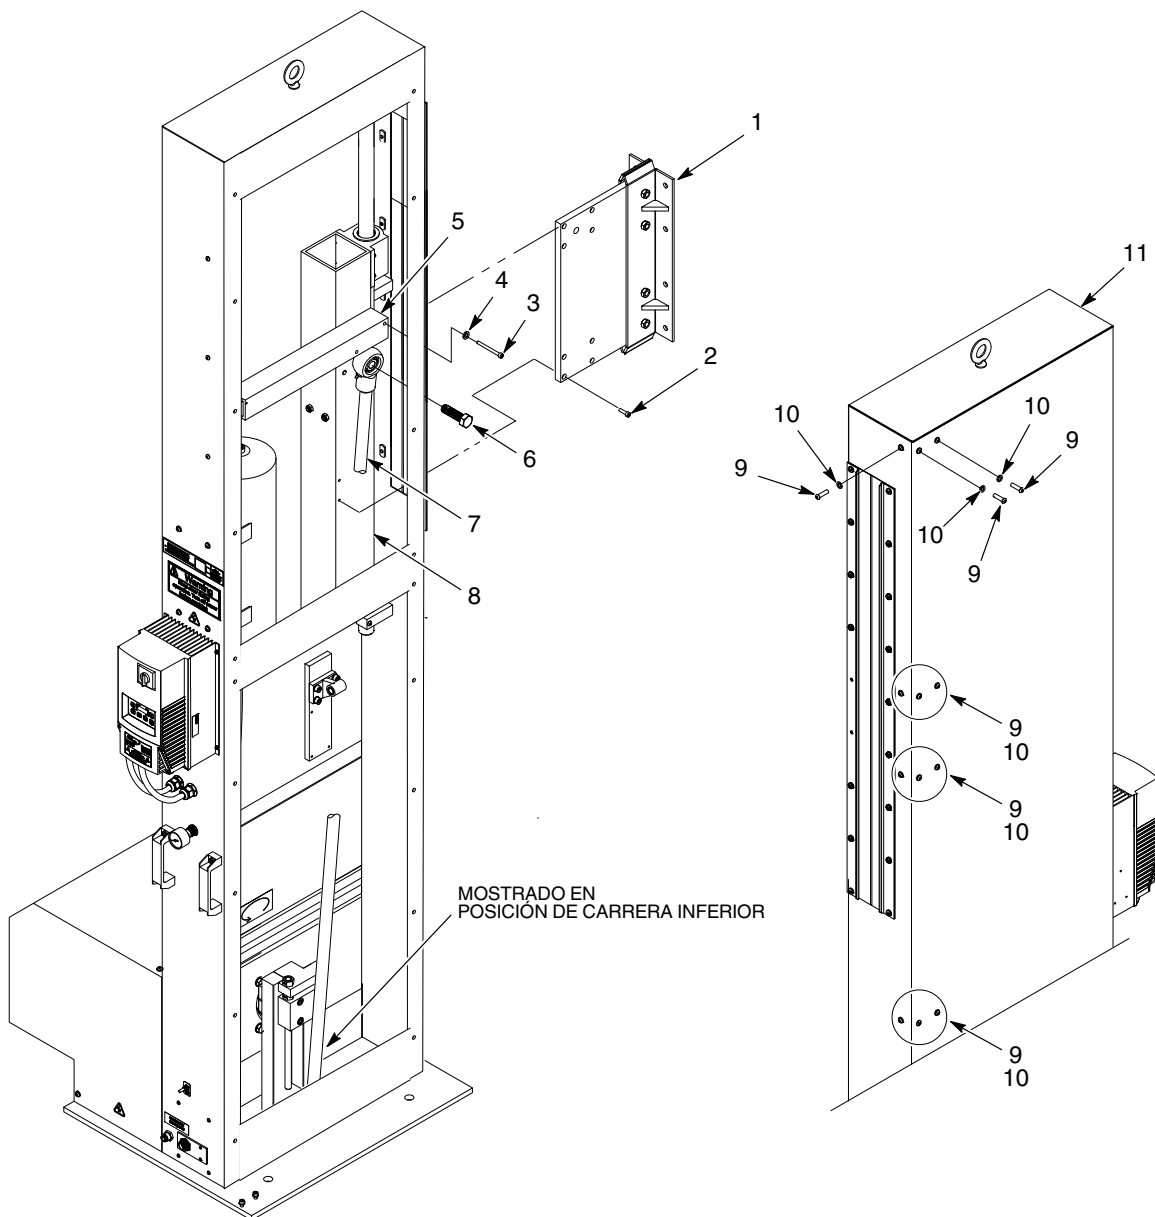

Figura 18 Instalar el conjunto de cojinete
1. Ver la figura 18. Contar con la ayuda de un asistente para colocar el conjunto de cojinete en el oscilador (11). Fijar el conjunto de cojinete en el oscilador utilizando las arandelas de bloqueo (10) y los tornillos (9). Apretar bien los tornillos.
2. Instalar el carro de pistolas (1) en el tubo de montaje (8) utilizando los tornillos. Apretar bien los tornillos.
3. Aplicar grasa a las roscas del tornillo (6). Instalar la varilla de conexión (7) en el tubo de montaje (8) utilizando el tornillo. Apretar el tornillo a 90-100 pies-lb. (120-135 N•m).
4. Instalar la barra del estabilizador (5) en el tubo de montaje de cojinete (8) utilizando las arandelas de bloqueo (4) y los tornillos (3). Apretar bien los tornillos.